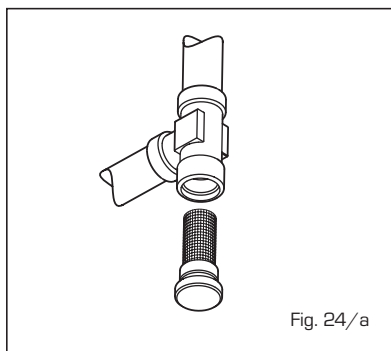

Fig. 24/a
4.7.2 Pulizia "Aqua Guard Filter System" (fig. 24/a)